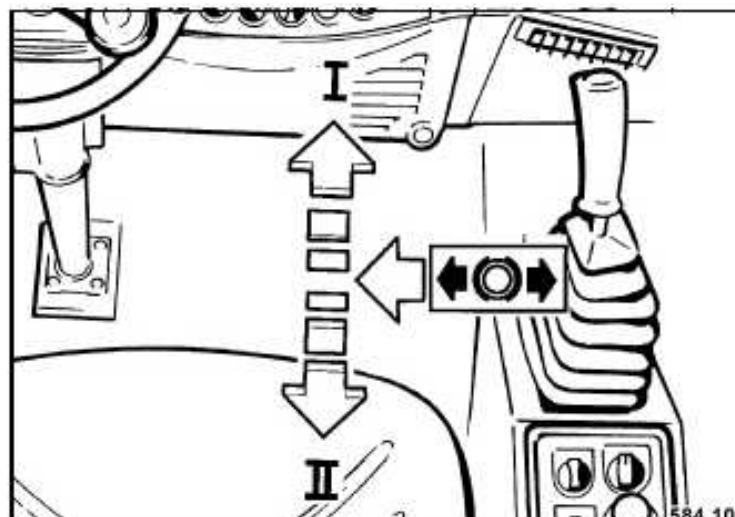

Fig. 80
- La palanca de marcha (Fig. 80) se debe desplazar por completo en posición „I“.